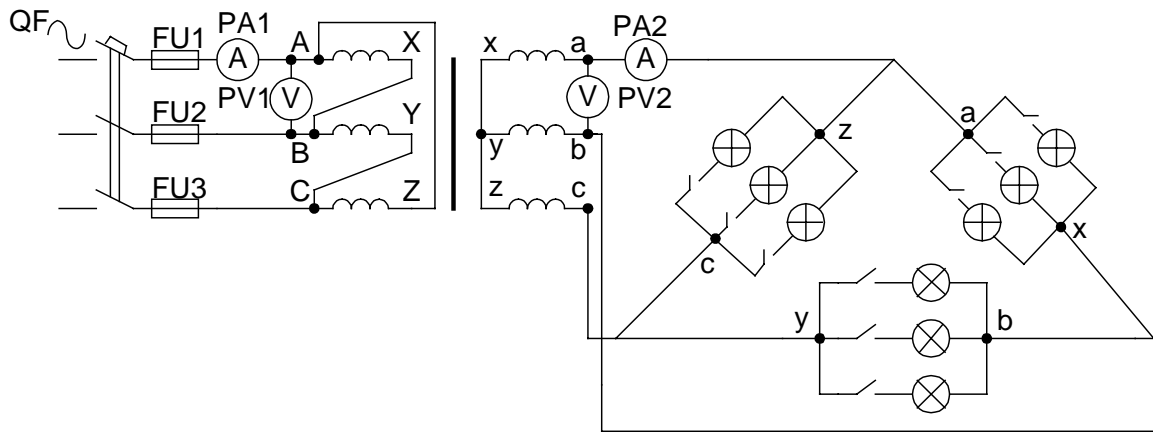

Рис.6. Схема ввімкнення трансформатора під навантаженням
3.1. Зібрати коло за принциповою схемою рис.6. У ролі навантаження трансформатора використати лампи. Амперметр PA1 вибрати з діапазоном вимірювання до 5А, а PA2 – до 10 А, вольтметр PV1 – до 250 В, а PV2 – до 150В.